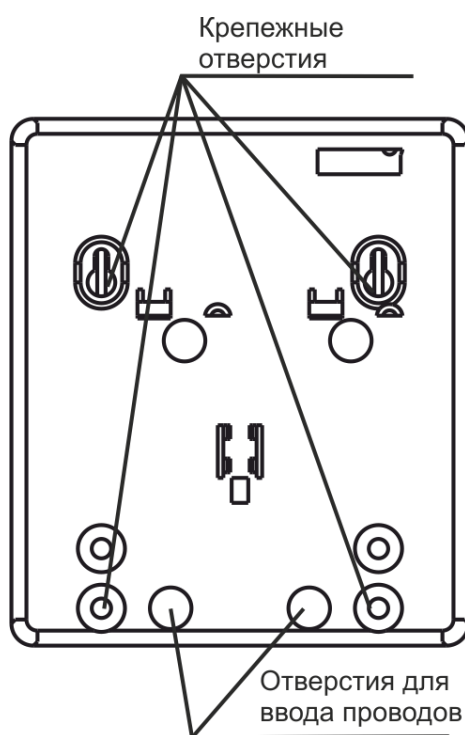

Рисунок 9.1
- 1) с помощью монтажного трафарета, входящего в состав паспорта из комплекта поставки ППКОП 8945, сделать разметку на стене под крепеж (рисунок 9.1):